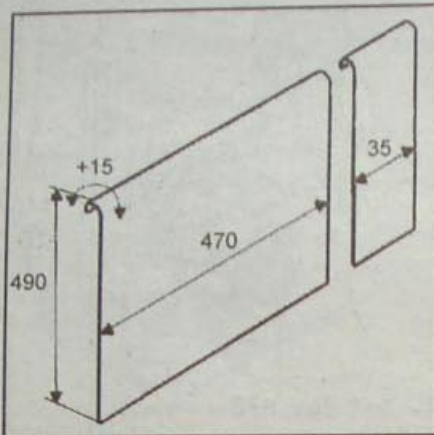

Рис. 6.25. Размеры защитного экрана радиатора системы охлаждения
- Установите защитный экран радиатора системы охлаждения двигателя, изготовленный самостоятельно (рис. 6.25).